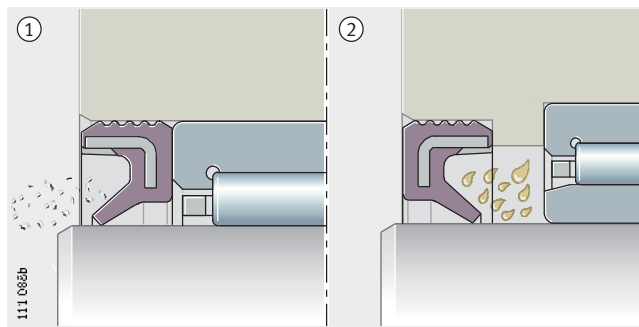

Bild 1
Gegen eindringenden Staub und Schmutz Dichtlippe nach außen richten, *Bild 1*, ①. Gegen austretenden Schmierstoff Dichtlippe nach innen richten, *Bild 1*, ②.